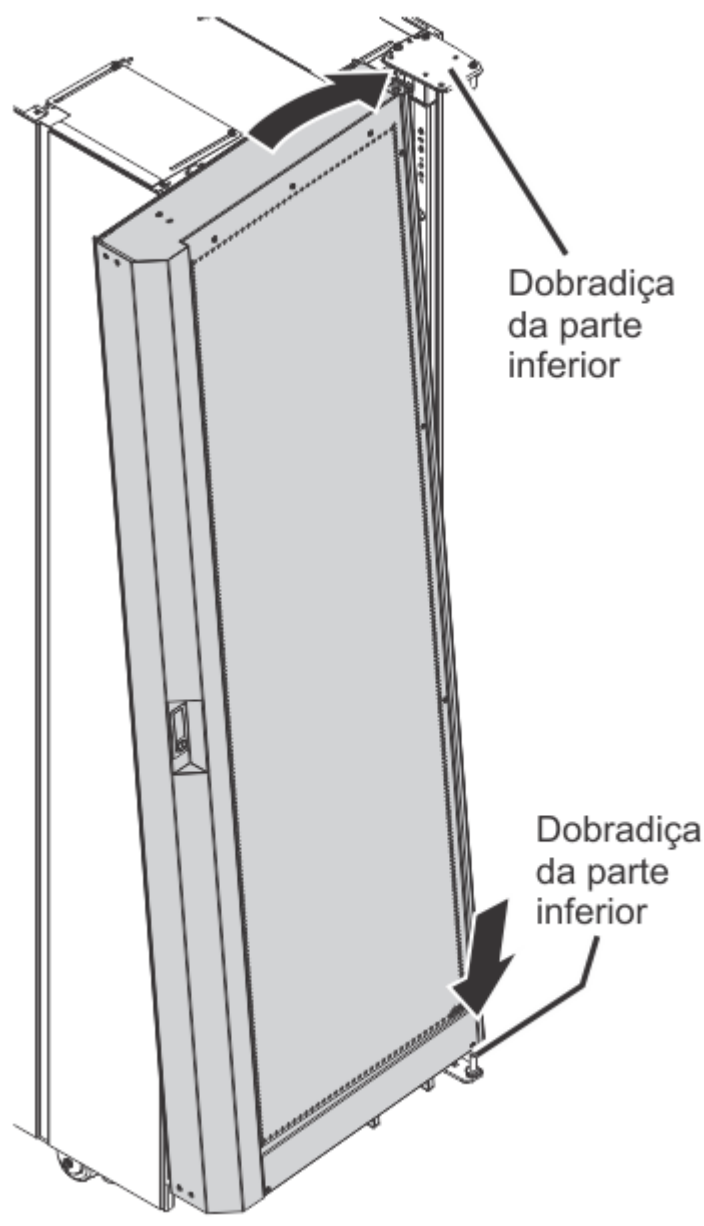

Figura 106. Alinhando o buraco inferior com o pino da dobradiça
19. Empurre para cima na dobradiça superior. Alinhe a parte superior do pino da dobradiça com o buraco na dobradiça, conforme mostrado em Figura 106 na página 153.